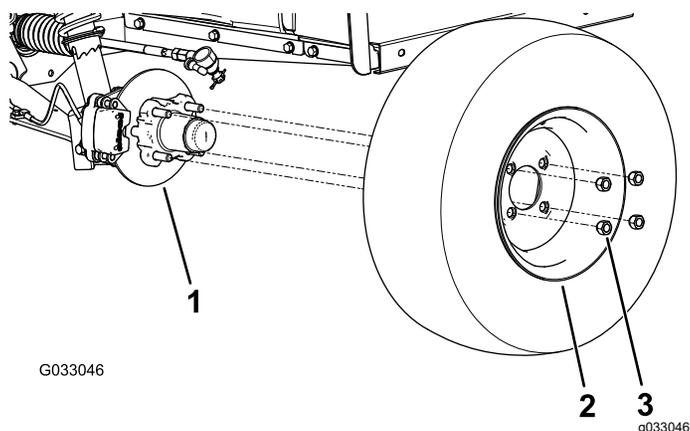

Рисунок 22
2. Отверните 4 зажимные гайки, которые крепят каждое колесо к ступице (Рисунок 22).
4. Совместите отверстия в колесе со шпильками в ступице и установите колесо на ступицу так, чтобы вентиль шины был направлен наружу (Рисунок 22).
5. Закрепите колесо на ступице с помощью зажимных гаек (Рисунок 22).